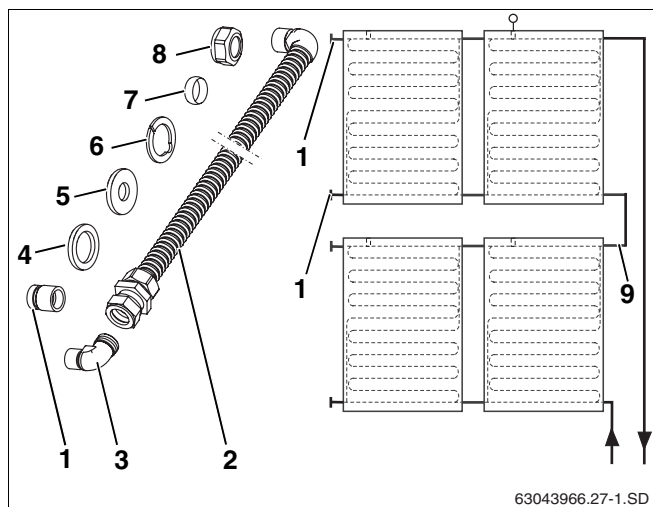

Fig. 59 Représentation schématique et contenu de livraison
Le kit de connexion disponible comme accessoire est celui (fig. 59, **pos. 9**) qui assure la liaison entre deux rangées de capteurs.
Contenu de livraison (fig. 59)
Fermez les raccords des capteurs que vous n'utilisez pas à l'aide des capuchons (fig. 59, **pos. 1**, voir chap. 6.1.2 "Montage des capuchons", page 28).